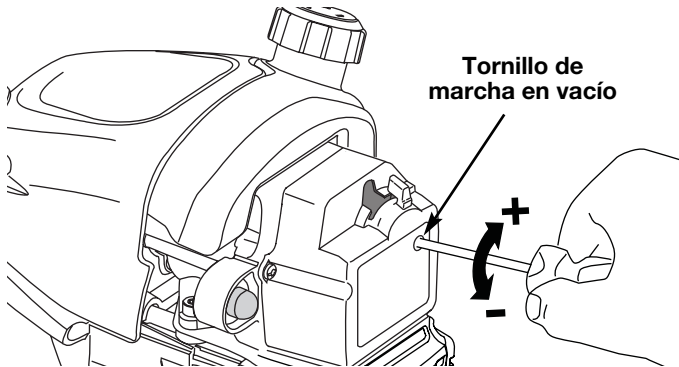

Fig. 30
La velocidad lenta del motor puede ser ajustada por la cubierta del silenciador / filtro de aire (Fig. 30).
2. Suelte el gatillo del regulador y deje que el motor funcione en marcha lenta. Si el motor se para, inserte un pequeño destornillador Phillips o de vástago plano en el orificio de la cubierta del silenciador / filtro de aire (Fig. 30). Gire el tornillo de marcha lenta en sentido horario, de a 1/8 de vuelta por vez (según sea necesario) hasta que el motor funciona en mínima.